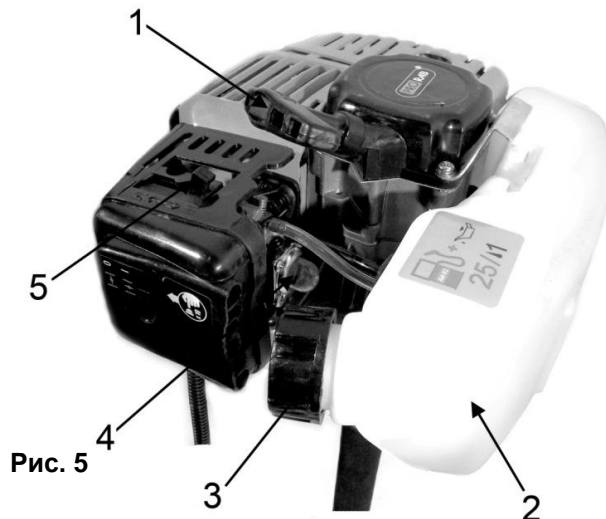

Рис. 5
- Пять - семь раз нажмите на резиновый колпачок ручной подкачки топлива (4)(См. Рис.5). При этом сквозь резиновый колпачок ручной подкачки топлива должна просматриваться подкачиваемая топливная смесь. Если топливная смесь не заполнила резиновый колпачок, нажать на него еще несколько раз.
- Установите рычаг управления воздушной заслонкой карбюратора (5)(См. Рис.5) в полностью закрытое положение. Это ограничит подачу воздуха, и создаст более бензинообогащенную топливную смесь. Что облегчит запуск холодного двигателя.